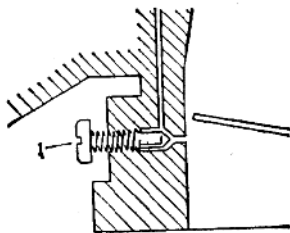

图1-4 化油器怠速系示意图
3. 当我重新拧上怠速混合气成分调整螺钉时, 螺钉拧得太死了, 于是妨碍了化油器怠速系的正常工作 (图 1-4)。